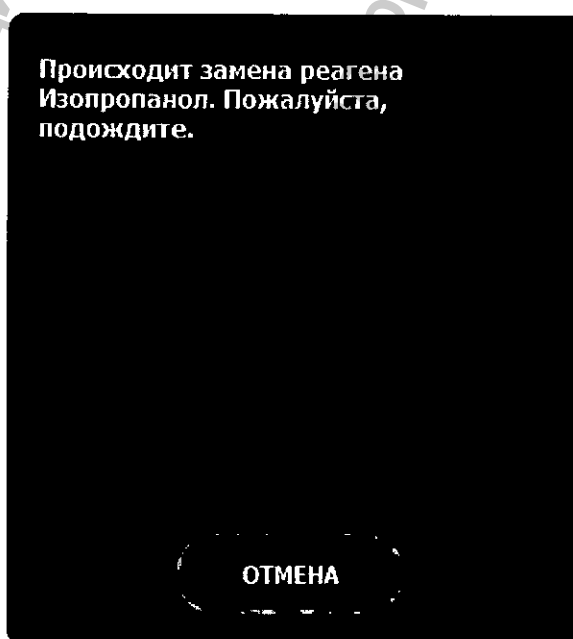

Рисунок 3.85. Окно уведомления о замене реагента
7. Если операцию замены необходимо прервать, нажмите кнопку **Отмена** в окне уведомления (рисунок 3.85). Для подтверждения прерывания операции введите пароль администратора (рисунок 3.86).